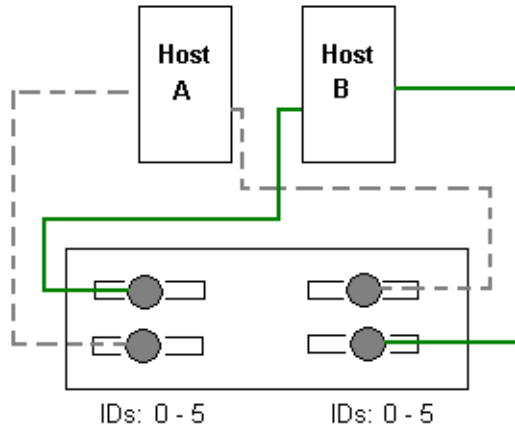

FIGURE 7-4 Configuration JBOD à deux hôtes et deux bus avec multi-déclencheur.
La figure FIGURE 7-4 illustre une configuration à deux bus avec multi-déclencheur où chaque hôte est connecté à chaque canal hôte. Ce type de configuration est fréquent pour la protection à bascule d'un réseau à environnement cluster.
2. **Connectez chaque port JBOD avec un hôte comme indiqué à la figure FIGURE 7-4.**